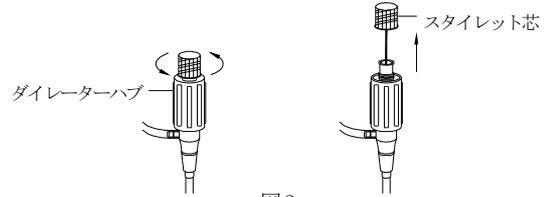

図2
4. 段付ダイレーターにスタイレット芯が装着されている場合は、ダイレーターハブを持ち、スタイレット芯を反時計方向に回して抜く(図2参照)。